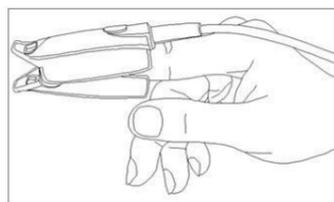

Figura 1 Sensore a clip da dito
2. Per il sensore SpO2 a clip da dito per adulti, inserire un dito (preferibilmente il dito indice, ma si possono utilizzare anche il medio o l'anulare, a condizione che le unghie siano della lunghezza appropriata) nel sensore secondo il simbolo sulla clip del sensore, come mostrato nella Figura 1.